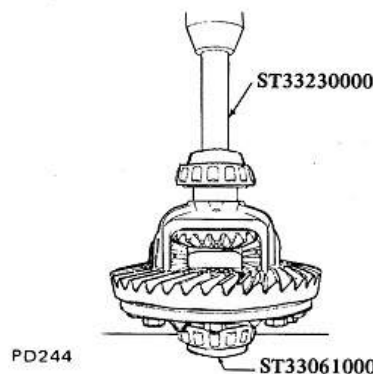

Fig. PD-28 Repose d'un cône de roulement latéral
1. Emmancher le cône du roulement latéral sur la coquille du différentiel au moyen de la broche spéciale ST33230000 et du grain d'appui ST33061000. Voir figure PD-28.